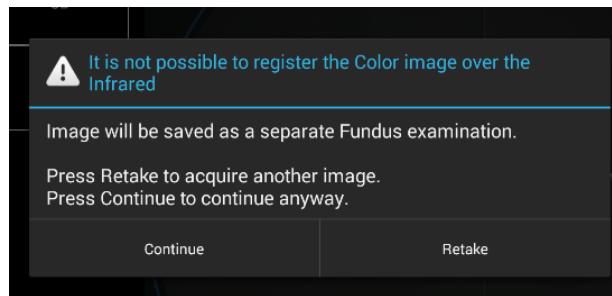

Fig. 26 – Diálogo en caso de fallo en el registro de imágenes en color
**i**: el dispositivo intentará registrar (es decir, hacer concordar) la imagen en color captada con la imagen de referencia por infrarrojos. Si no es posible el registro por la mala calidad de alguna de las imágenes, se instará al operador a **Retake** (Retomar) la imagen o a **Contiue** (Continua, véase Fig. 26). En este último caso, la imagen en color se guardará como un examen del **Fundus** por separado y la imagen de referencia por infrarrojos se utilizará para imprimir los resultados (véase el apartado 13).